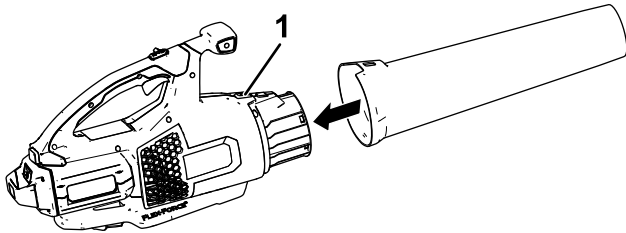

Bild 1
Setzen Sie das Laubbläserrohr in das Gehäuse des Laubblägers ein. Sie müssen die Rohrverriegelung für das Laubbläserrohr ggf. nach unten drücken, um sie zu arretieren (Bild 1).
3. Halten Sie den Griff und drücken Sie das Batteriepack in den Griff, bis der Riegel einrastet (Bild 1).